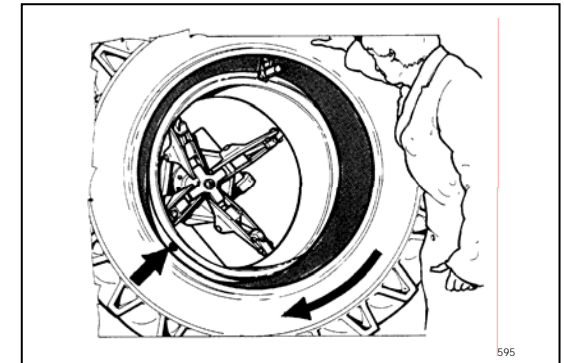

Fig.49
3. Place the hook tool as shown in (Fig.49). The edge of the hook should be about 2-3 cm (1") away radially from the rim edge and 2-3 cm (1") to the outside.
3. Positionner le crochet comme le montre la (Fig.49). L'extrémité du crochet doit être à une distance de 2-3 cm (1") environ du bord de la jante et de 2-3 cm (1") de l'extérieur.
3. Den Montagehaken wie in (Abb.49) positionieren. Die Spitze des Montagehakens muß nach oben und von außen jeweils ca. 2-3 cm (1") vom Felgenhorn entfernt sein.